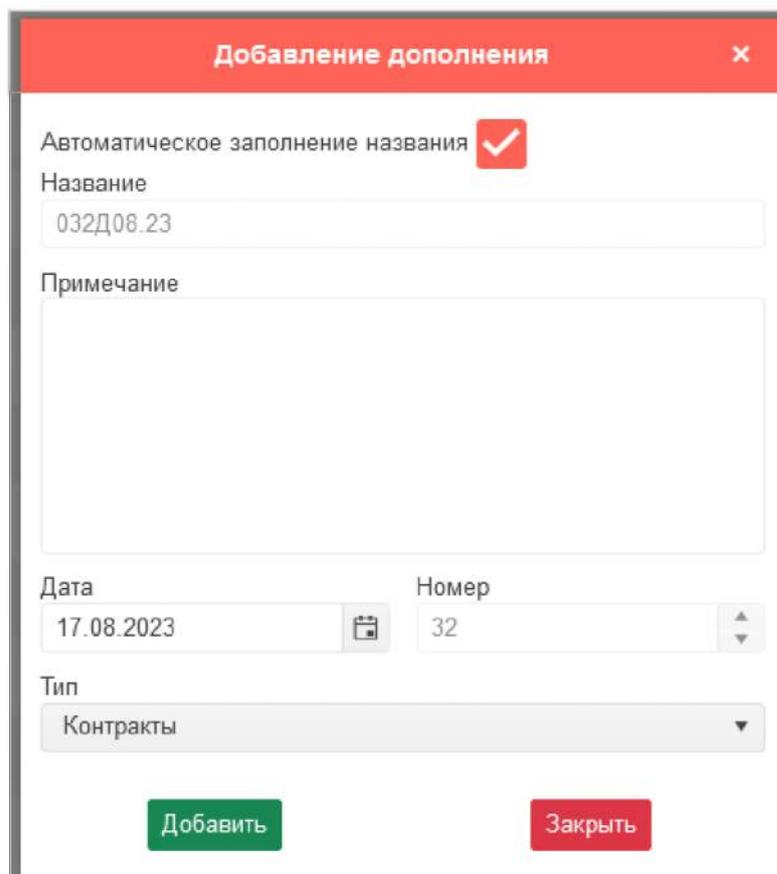

Рисунок 6 – Окно «Добавление дополнения»
1) **Название** – наименование дополнения. При нажатом чекбоксе «Автоматическое заполнение названия » (рис. 6) наименование дополнения формируется автоматически и имеет следующий вид «xxxДмм.гг», где: